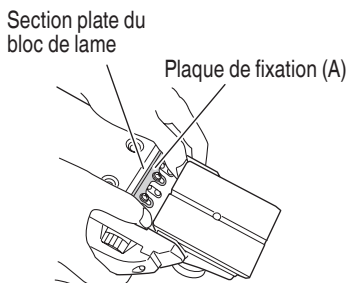

Fig. 9
- (1) Insérer la section tournée de la plaque de fixation (A) fixée à la lame dans une encoche de la section plate du bloc de lame. (Fig. 9 et 10)